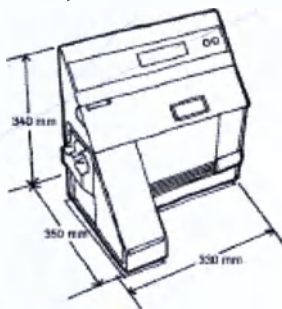

Рис. 1-13
- свободная циркуляция воздуха вокруг устройства. См. рис. 1-13.